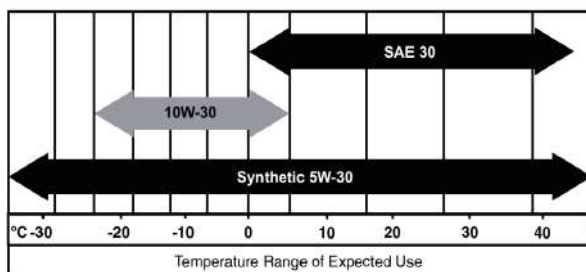

fig.18
- Utiliser de l'huile pour moteur à quatre temps 5W-30. Suivre la fig.18 pour la plage de température d'utilisation prévue.